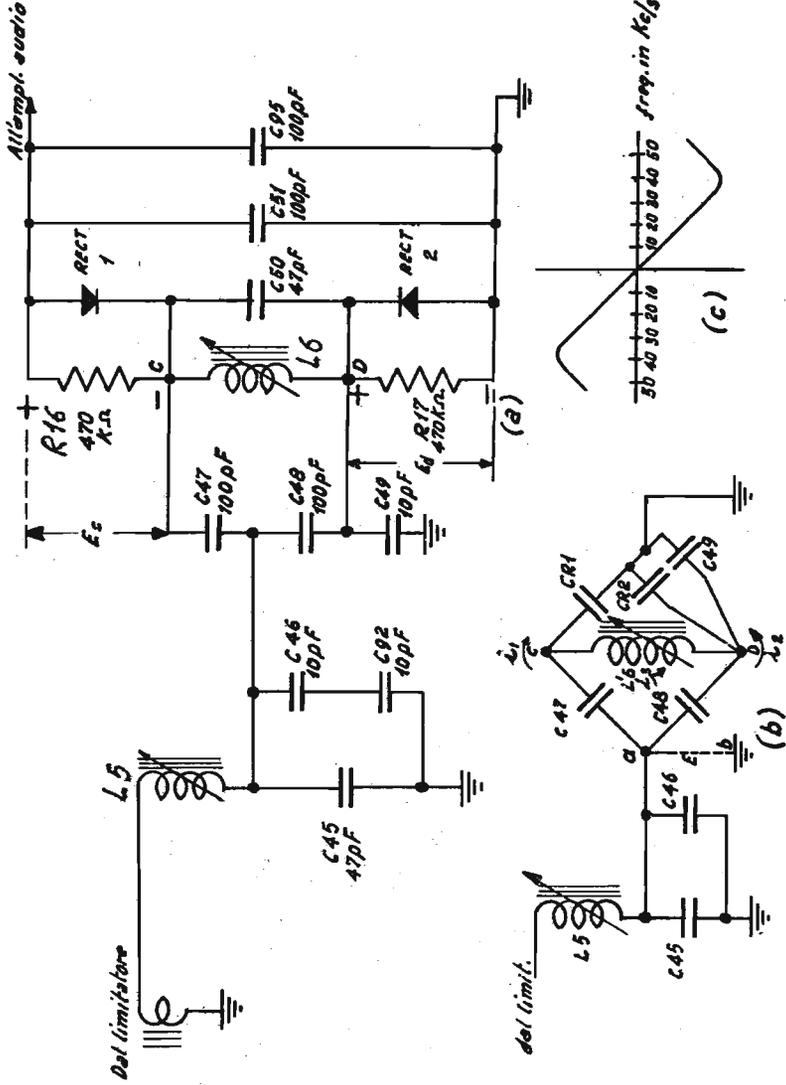

Fig. 4 - Discriminatore
f) Discriminatore (fig.4)
Dato che la combinazione della L6 e del C50 (fig.4(a) risuona al disopra di 4,3 MHz, viene rappresentata nella fig. 4 (b) da un'induttanza di valore equivalente ed indicata come L6. I C51 e C55 sono stati omessi nella fig.4(b) in quanto sono state considerate solo le correnti a RF e la reattanza di tali condensatori in parallelo è trascurabile alla frequenza di 4,3MHz. Dato che il C47 è uguale al C48 e CR1 è uguale a CR2, è facile capire che se non fosse esistito il C49, il ponte sarebbe stato bilanciato. In condizioni di bilanciamento, le correnti  $i_1$  e  $i_2$  sarebbero state uguali e uguali sarebbero state le tensioni ai capi del C47 e del C48; perciò i punti C e D avrebbero avuto il medesimo potenziale per qualsiasi frequenza del segnale di eccitazione; in altre parole:  $E_c = E_d$ . Tuttavia, dato che la combinazione CR2 e C49 ha una reattanza inferiore a CR1, nel circuito a ponte si ha uno sbilanciamento con conseguente aumento della  $i_2$  rispetto alla  $i_1$ . La  $i_2$  causerà una caduta di tensione ai capi del C48, più alta di quella prodotta da C47 ed al punto c si avrà un potenziale maggiore di quello del punto d.